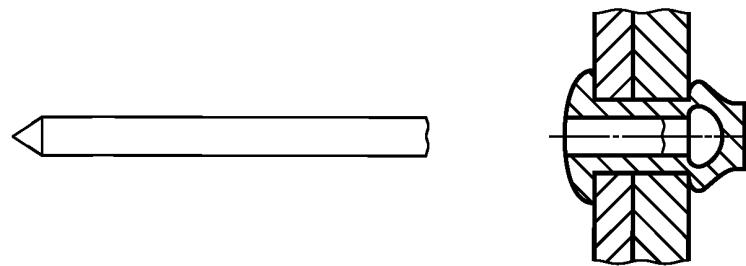

Рисунок 13 — Закрытый конец
**2.3.3 закрытый конец (closed end):** Корпус заклепки, конец которого закрыт и остается закрытым после установки заклепки (рисунок 13).